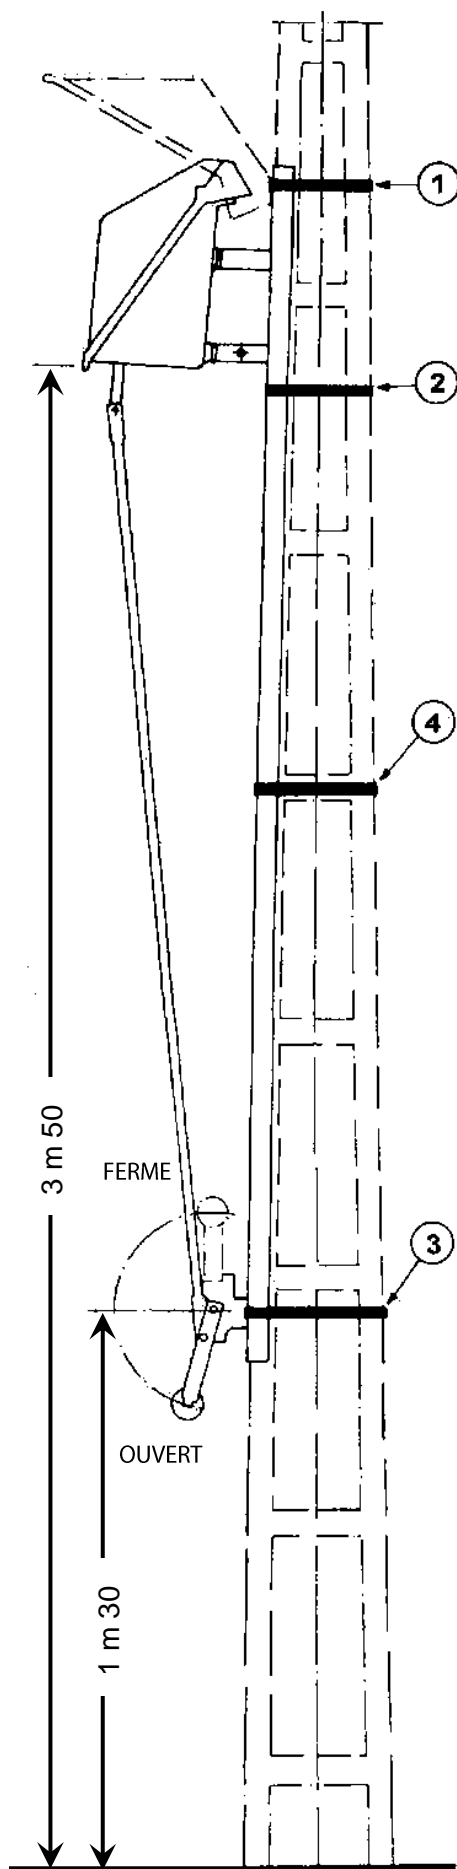

Fig. 4
- Placer l'ensemble sur le poteau, l'axe de la poignée de la commande se trouvant à 1,30 m de la plateforme de manœuvre (Fig. 4)
- Fixer l'ensemble commande-disjoncteur par 4 cerclages dans l'ordre indiqué (Fig. 4). Le cerclage n°3 est glissé obligatoirement dans le plastron, le cerclage n°4 doit être placé au niveau des nervures du poteau. Les cerclages 1 et 2 doivent maintenir le coffret proprement dit.